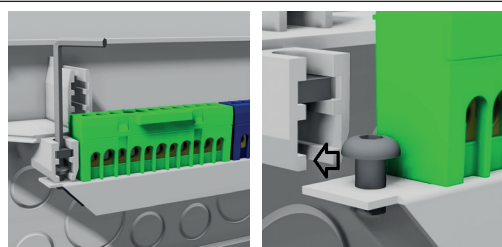

рис. 1 – Снять / Применить
- Во время монтажа корпуса можно снять металлическую арматуру (рис. 1), использовать шестигранный ключ (2,5 мм), чтобы ослабить винт.
- Чтобы повторно прикрепить устройство к электрическому ящику, следует закрутить шурупы на устройстве и положить их в ящик (рис. 1)